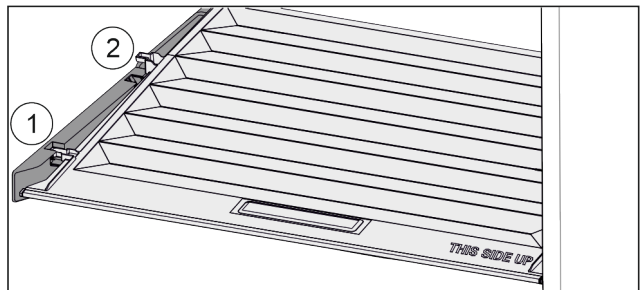

Fig. 31
- ▶ Deksel tot de opening in de vasthoud delen naar voren trekken Fig. 31 (1).
- ▶ Aan de achterkant vanaf de onderkant omhoog tillen en vanaf de bovenkant verwijderen Fig. 31 (2).